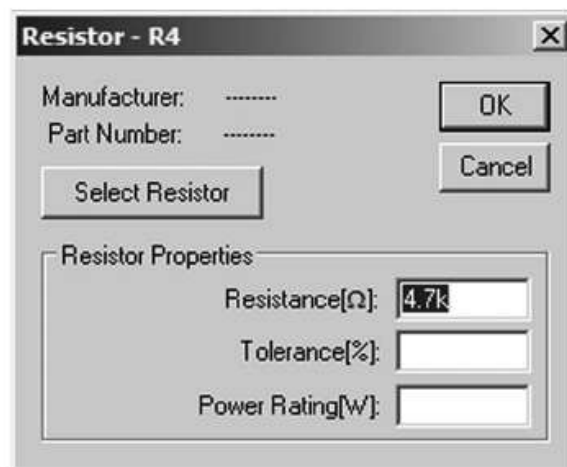

Figure 4.13
1. Pour que la simulation puisse être lancée, il faut que tous les composants soient définis par leur valeur, notamment tous les composants passifs (résisteurs, condensateurs et inducteurs), ils ont besoin d'une ou plusieurs valeurs numériques. En cliquant droit sur le corps d'un résistor, vous ouvrez une fenêtre de saisie qui vous permet de saisir un (minimum) à trois valeurs : **la résistance** en ohms, **la tolérance** et la **puissance admissible**, figure 4.13.